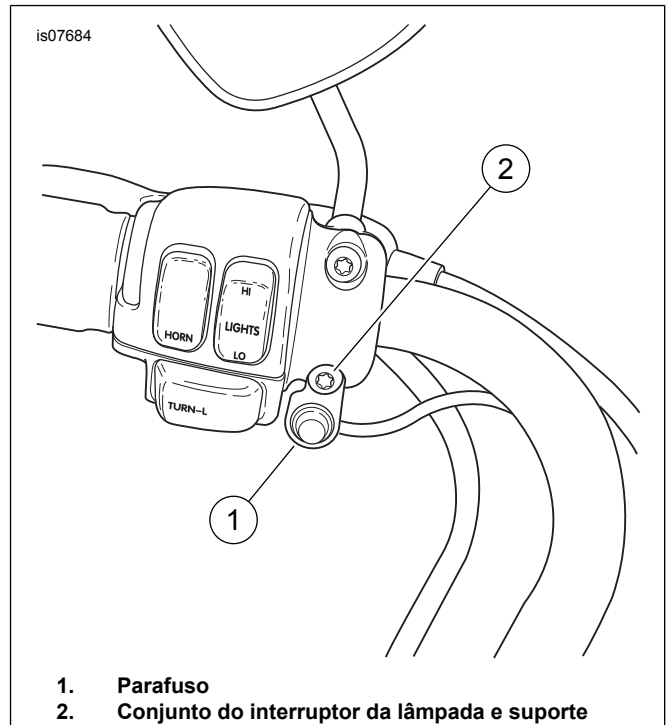

Figura 3. Instalação do interruptor da lâmpada no prendedor do controle da embreagem
10. Veja Figura 3. Remova o parafuso inferior (1) e a arruela do prendedor do controle da embreagem. Instale o interruptor da lâmpada e o conjunto do suporte (2) com o parafuso e a arruela. Aperte com torque de 7–9 N·m (60–80 in-lbs).